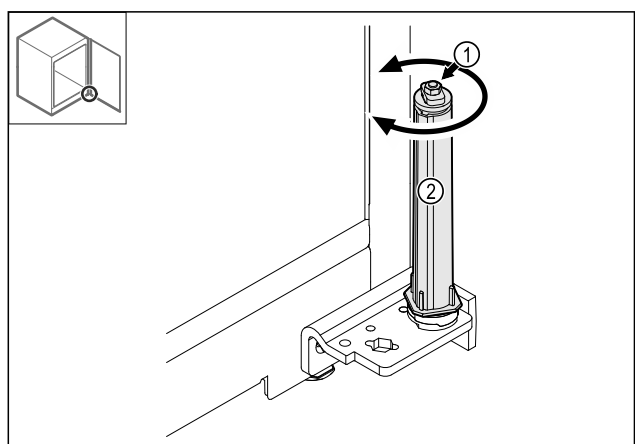

Fig. 36
- Ne szerelje szét a zárórendszer csavarkötését Fig. 36 (1).
- Forgassa el a zárórendszert Fig. 36 (2), amíg az be nem kattann.